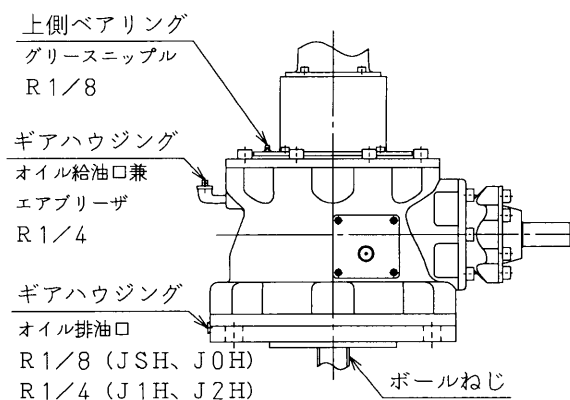

図1.
- (1) ジャッキの潤滑は、ボールねじ、本体上側ベアリングはグリース、ギアハウジングはオイルを使用しています。給油口、排油口は図1通りです。